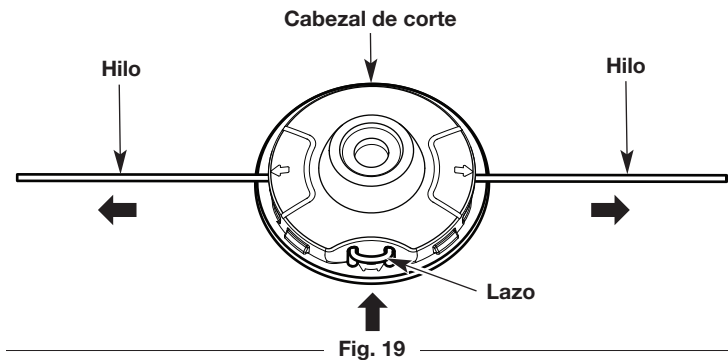

Fig. 19
4. Tire de los extremos del hilo hasta que quede tenso contra el cabezal de corte. Asegúrese de que los extremos del hilo sean de igual longitud (Fig. 19). Si un extremo es más largo que el otro, empuje el extremo más largo nuevamente a través del cabezal de corte parcialmente y tire del extremo más corto hacia afuera. De ser necesario, repita el proceso hasta que ambos extremos sean de igual longitud.
5. Presione el lazo expuesto del hilo de recorte hasta que esté ajustado contra el cabezal de corte (Fig. 19).